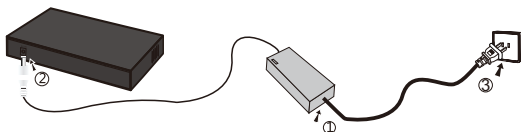

图1.1.2电源连接示意图
2. 外置式的需连接电源适配器，接入AC100~240V, 50~60Hz，DC输入12V，如图 1.1.2 所示。